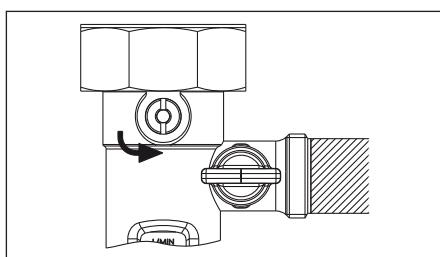

Abb. 6.19 Position Stellschraube
- Öffnen Sie den oberen Kugelhahn an der Durchflussmess- und Einstellvorrichtung, indem Sie die Stellschraube in die senkrechte Position drehen (Abb. 6.19).